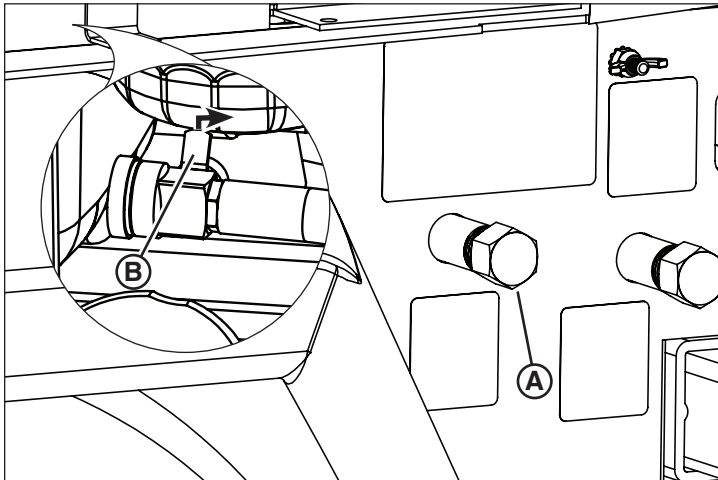

Figure 21
L'appareil est équipé d'un drain de vidange d'huile moteur à distance (A, Figure 21), se trouvant sur le côté gauche de la tour d'éclairage vers l'arrière. Pour vidanger l'huile moteur :
3. Ouvrir la vanne de vidange d'huile, se trouvant à droite du carter moteur (B, Figure 21, en médaillon).